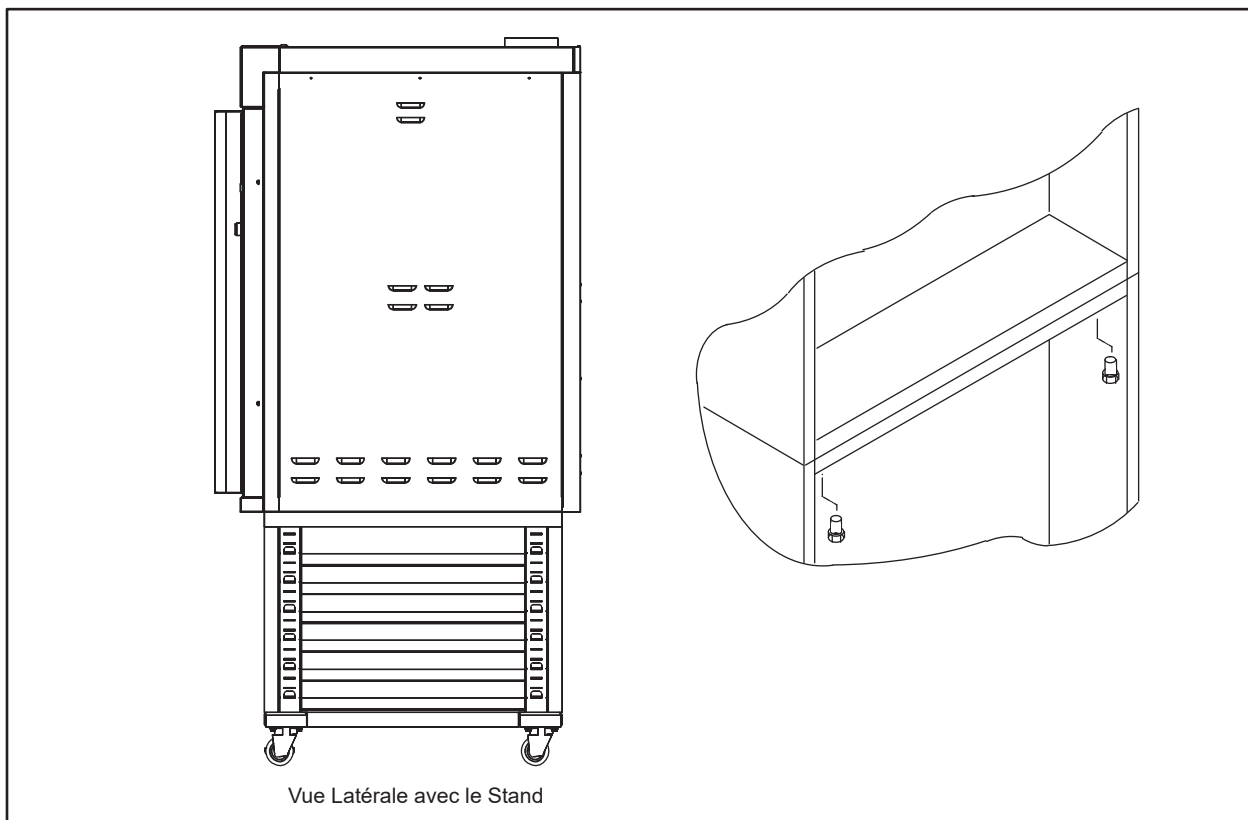

Figure 2
2. Retirer les deux vis de retenue du protecteur d'échappement. Voir Figure 2.